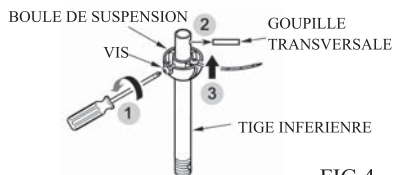

FIG.4
2. Retirez la boule de suspension de l'ensemble de la tige en desserrant la vis de réglage, en retirant la goupille transversale et en faisant glisser la boule de suspension hors de la tige. (Voir Fig.4)